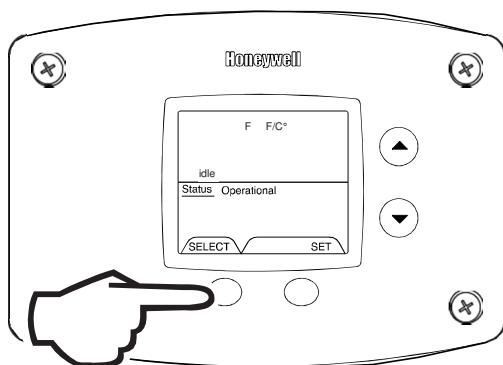

Fig. 36
5. °F/°C (Display/Change) (Fig. 36).